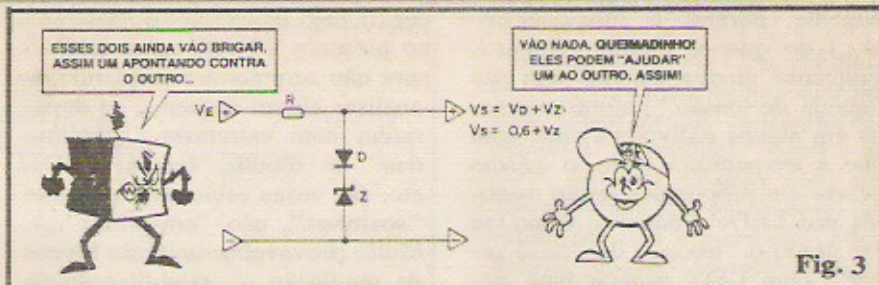

Fig. 3
- FIG. 3 - O "truque" básico do(s) diodo(s) comum utilizado em função "zener" não fica por aí... Na busca de tensões finais reguladas de valores **muito** específicos e "raros" (que - conforme já foi dito - não possam ser encontradas nas séries regulares, comerciais, de zeners...), nada impede que misturemos um componente "titular" com um "substituto" (um zener "de verdade" com um - ou mais - diodo na "função zener"...)! Observem bem o arranjo diagramado na figura. O zener "Z" está como deve estar, porém, "empilhado sobre ele" colocamos um diodo comum "D", de modo a literalmente **acrescentar** 0,6V à tensão de referência nominal do zener! Supondo que o dito zener é um componente para 3,9V, como teremos uma V_s igual a **0,6V mais** V_z , o resultado será uma tensão de Saída, de 4,5V (lembrem-se